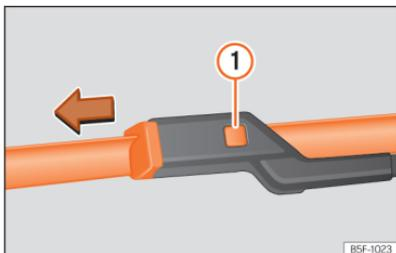

Fig. 158 Substituição das escovas do limpa para-brisas.
- Mantenha pressionado o botão de desbloqueio »» Fig. 158  puxando ligeiramente pela escova no sentido da seta.